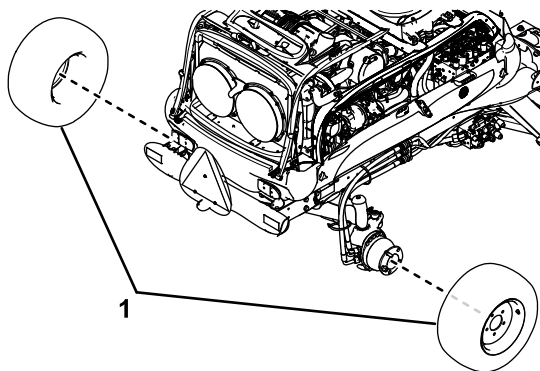

Рисунок 3
1. Снимите задние колеса (Рисунок 3).